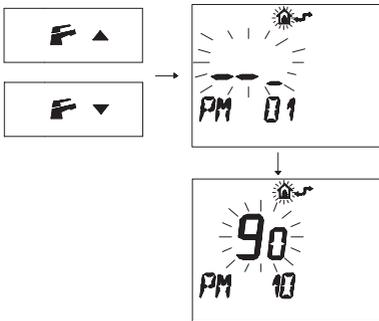

Figura 5.48
- Premere i pulsanti **F** ▼ o **F** ▲ per visualizzare la programmazione "PM10" selezione della frequenza di accensione (Figura 5.48).
Nella Figura 5.48 si visualizza un SET programmato di **90** corrispondente ad un tempo di riaccensione di 3 minuti circa. Il campo di regolazioni è da 0 a 8 minuti e mezzo. Ogni passo incrementato o decrementato corrisponde a 2 secondi.